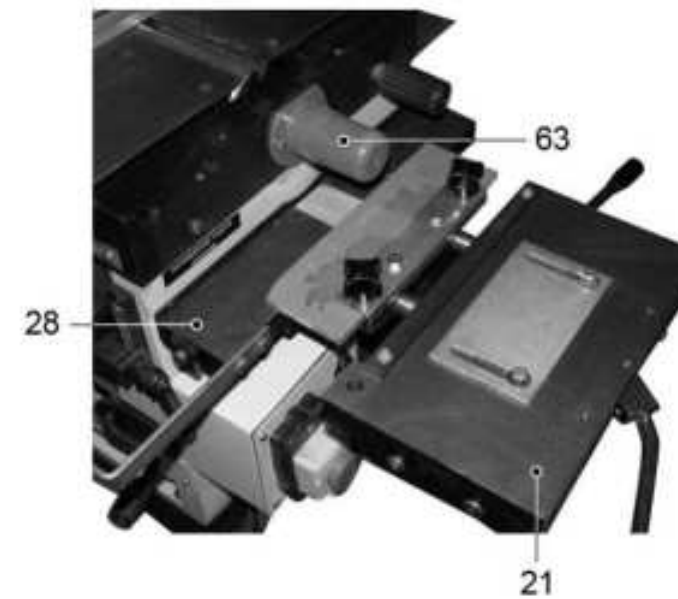

Рис. 15
8.3.7. При выполнении строгальных или пильных операций свободная часть шпинделя, предназначенная для крепления фрезерного оборудования и режущего инструмента, должна быть закрыта защитным стеклом (63), Рис. 15